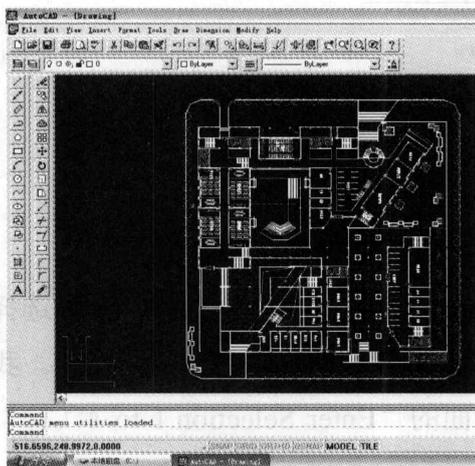

图 2-1
(1) 打开 CADR14，在【文件】菜单下点击（Open）键，打开一个文件，如图 2-1 所示。